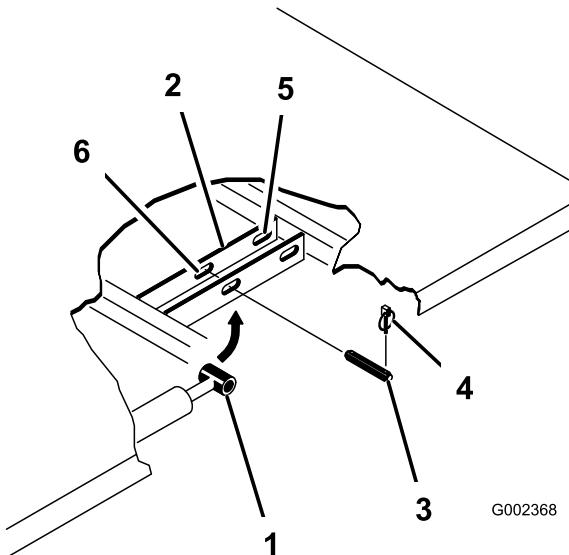

Figure 33
3. Retirez les goupilles à anneau aux extrémités extérieures des axes des tiges de vérins (Figure 33).
4. Retirez les axes de chape qui fixent les côtés tiges des vérins aux plaques de montage du plateau en les poussant vers l'intérieur (Figure 33).
5. Enlevez les goupilles à anneau et les axes de chape qui fixent les supports de pivot aux profilés du cadre (Figure 33).